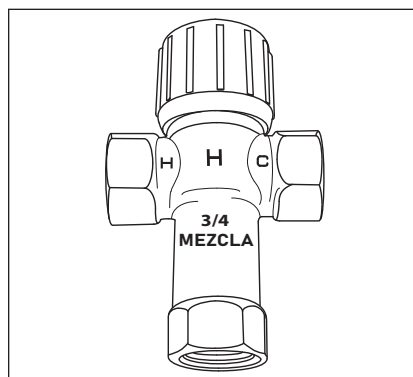

Figura 8 - Las válvulas mezcladoras termostáticas instaladas en cada punto de uso pueden ayudar a evitar escaldaduras.
- Válvulas mezcladoras termostáticas en el punto de uso (Figura 8 en la página 8)
Instale válvulas mezcladoras termostáticas (Figura 8) para regular la temperatura del agua suministrada hacia cada punto de uso (por ejemplo, el lavaplatos, el lavamanos, la bañera, la ducha). Consulte las instrucciones del fabricante de la válvula o con una persona calificada.
⚠ ¡ADVERTENCIA! Aunque el termostato del calentador de agua esté configurado a una temperatura relativamente baja, el agua caliente puede producir escaldaduras. Instale válvulas mezcladoras termostáticas en cada punto de uso para reducir el riesgo de escaldaduras (consulte la página 4 y la Figura 8).